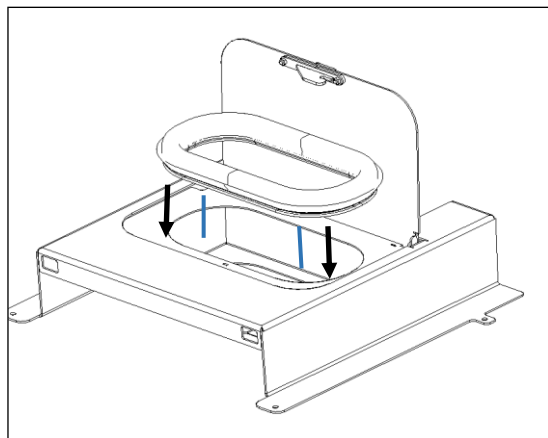

Figura 51 - Colocar la goma en la parte superior
d) Colocar la goma eliminada en el punto C en la cabeza superior acostado en el kit 1, como demuestra en la Figura 51.